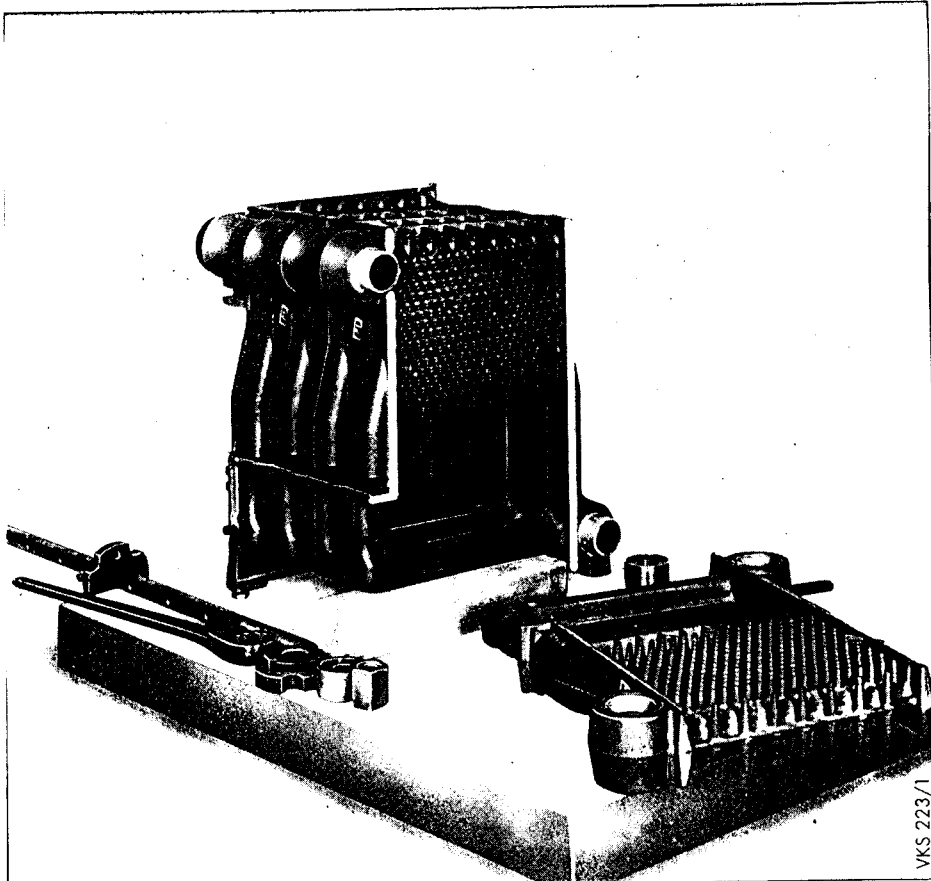

Рис. 3
- Нанести на уплотнительные планки левой конечной секции уплотняющую массу, поставляемую в тубиках. Обильно нанести уплотняющую массу по всей длине уплотняющей планки, особенно на ее концах! (см. рис. 3)